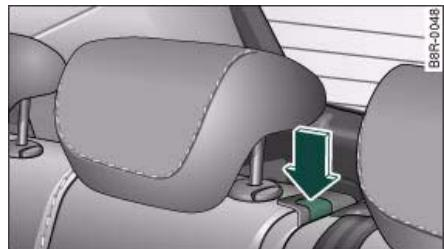

Fig. 86 Tecla de desbloqueo* de la parte central del respaldo
- Pulse la tecla de desbloqueo ⇒ página 77, fig. 86. La marca roja en la tecla de desbloqueo se puede ver.